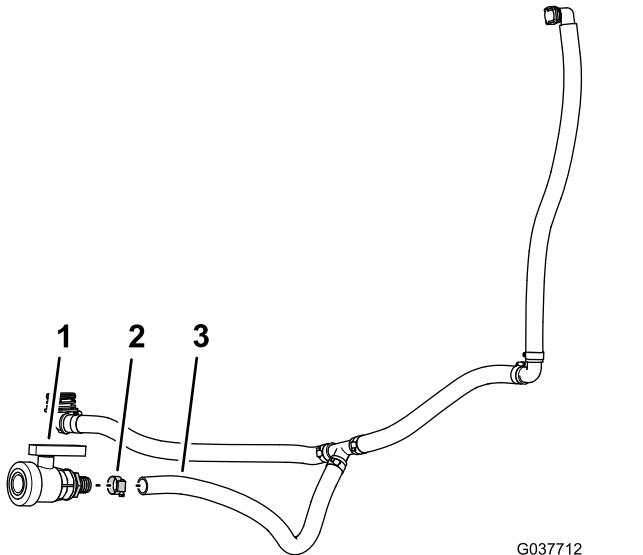

Figure 73
1. Montez le raccord cannelé de la vanne de vidange que vous avez retiré à l'opération 6 de 5 Dépose des composants de dérivation, de vidange et d'agitation (page 15) sur le flexible de vidange (104 cm) de l'ensemble flexibles de dérivation et de vidange (Figure 73).
2. Fixez la vanne de vidange sur le flexible à l'aide du collier (Figure 73) que vous avez retiré à l'opération 6 de 5 Dépose des composants de dérivation, de vidange et d'agitation (page 15).